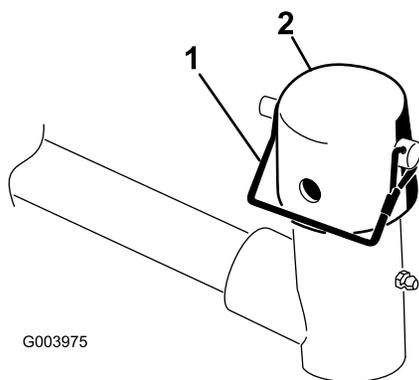

Рисунок 10
7. Снимите стопорный штифт и крышку с вилки оси поворота подъемного рычага (Рисунок 10).
11. Прикрепите крышку и ось несущей рамы к вилке подъемного рычага с помощью стопорного штифта. Используйте паз, если желательнее использовать режущий блок с поворотом, или используйте отверстие, если режущий блок должен быть зафиксирован в своем положении (Рисунок 10).